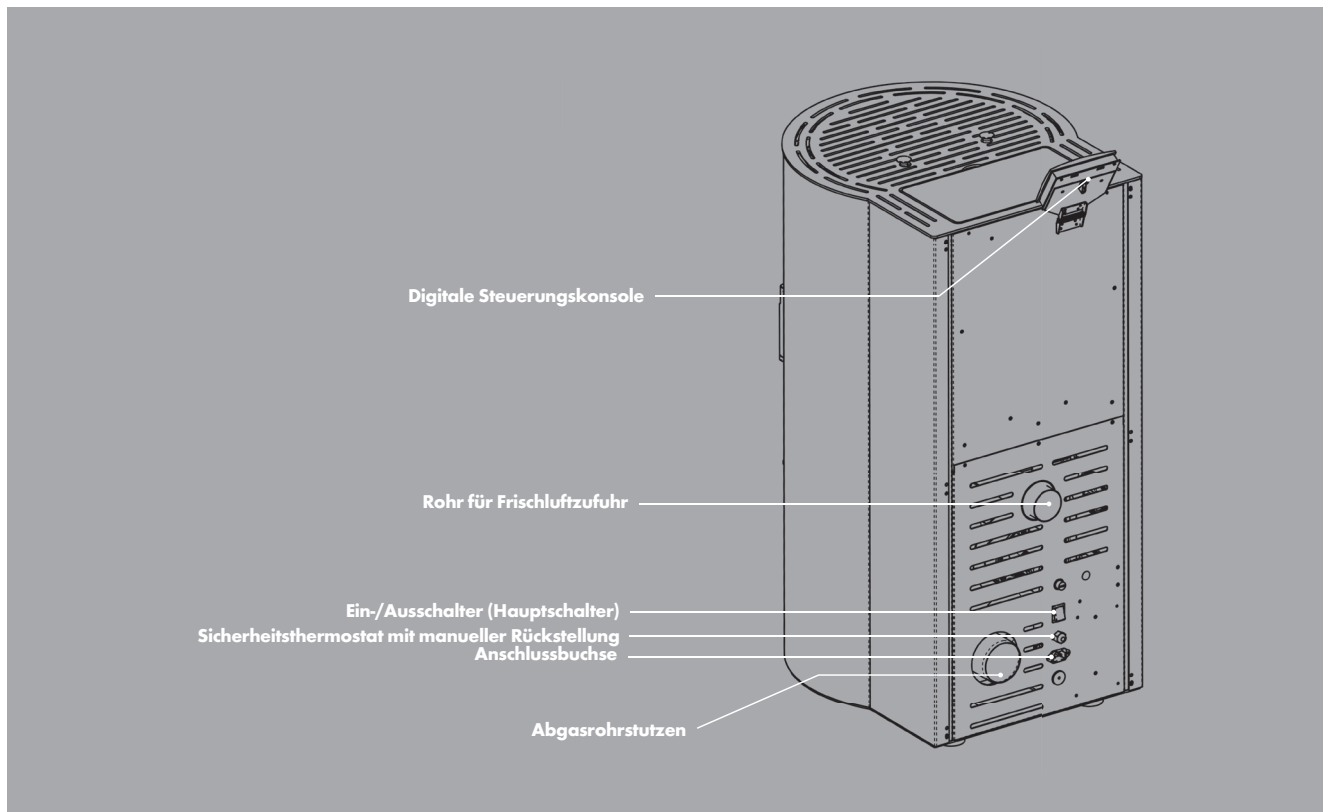
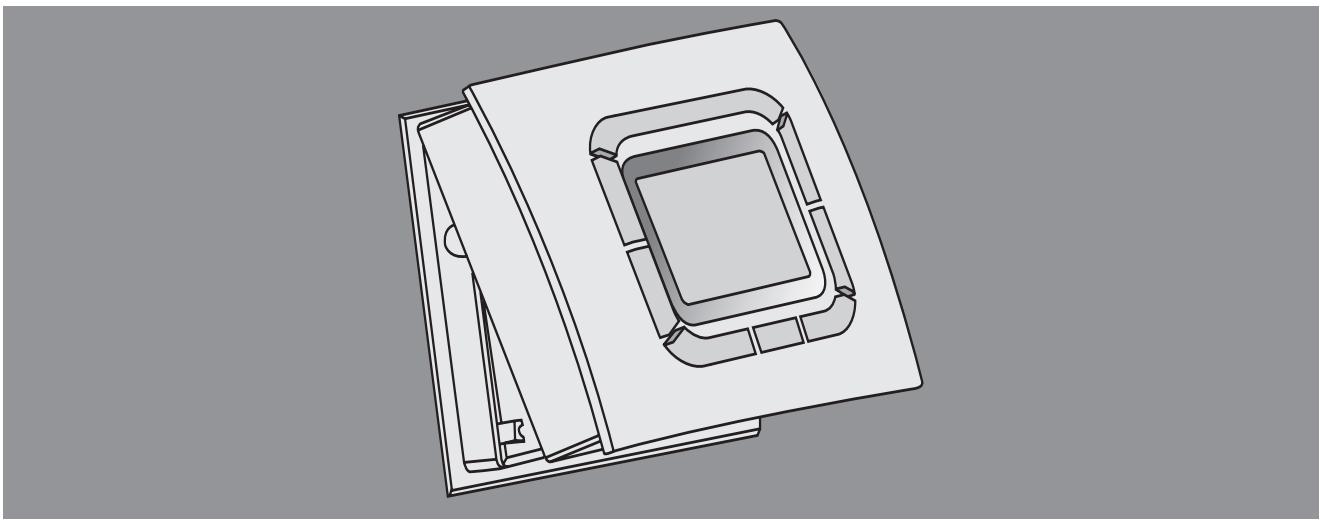

Abb. 1a: Geräteübersicht (Abbildung modellabhängig)
Abb. 2: Display-Montage
- ▶ Schalten Sie im Falle eines Schornsteinbrandes den Ofen sofort am Ein-/Aus-schalter (Hauptschalter, siehe Abb. 1a) ab und ziehen Sie den Netzstecker aus der Steckdose. Versuchen Sie auf keinen Fall den Brand selbst zu löschen. Schütten Sie niemals Wasser in einen brennenden Schornstein. Rufen Sie unverzüglich die Feuerwehr! Lassen Sie zur Identifizierung der Brandursache den Schornstein unbedingt von Ihrem Bezirksschornsteinfeger überprüfen, bevor Sie den Pellet-Heizofen wieder in Betrieb nehmen.
- ▶ Schalten Sie den Ofen sofort am Ein-/Ausschalter (Hauptschalter, siehe Abb. 1a) ab, wenn aus irgendeinem Teil des Ofens oder des Abgasrohrs Rauch entweicht. Sorgen Sie für eine gute Raumbelüftung, indem Sie sämtliche Fenster öffnen. Lassen Sie den Ofen vollständig abkühlen, bevor Sie die Ursache der Rauchentwicklung ermitteln. Ziehen Sie, wenn nötig einen Fachmann hinzu. Starten Sie das Gerät nicht, bevor die Ursache der Rauchentwicklung geklärt und behoben wurde.
1. Schließen Sie einen dafür geeigneten hitzebeständigen Schlauch bzw. Luftkanal (**Ø 60 mm, max. Länge 2,0 m**) am Luftansaugrohrstutzen (siehe Abb. 1a) an der Geräterückseite an.
Schalten Sie das Gerät am Ein-/Ausschalter (siehe Abb. 1a) ab. Lösen Sie das Frontteil. Drücken Sie hierfür fest auf die mit „PUSH“ gekennzeichnete Keiltaste an der Display-Unterseite. Entnehmen Sie das Frontteil, indem Sie es nach oben klappen (siehe Abb. 2).
1. Vergewissern Sie sich, dass der Ein-/Ausschalter (Hauptschalter, siehe Abb. 1a) auf der Position 0 steht.
2. Schließen Sie das beiliegende Netzkabel zunächst am Gerät an. Die Anschlussbuchse für das Netzkabel befindet sich unterhalb des Hauptschalters auf der Geräterückseite (siehe Abb. 1a). Stecken Sie dann das Netzkabel in eine geerdete, durch einen FI-Schutzschalter abgesicherte Steckdose (230 V~50 Hz).
3. Bringen Sie nun den Ein-/Ausschalter (Hauptschalter, siehe Abb. 1a) auf Position I. Das Gerät ist nun betriebsbereit und das Display zeigt die folgenden Informationen: